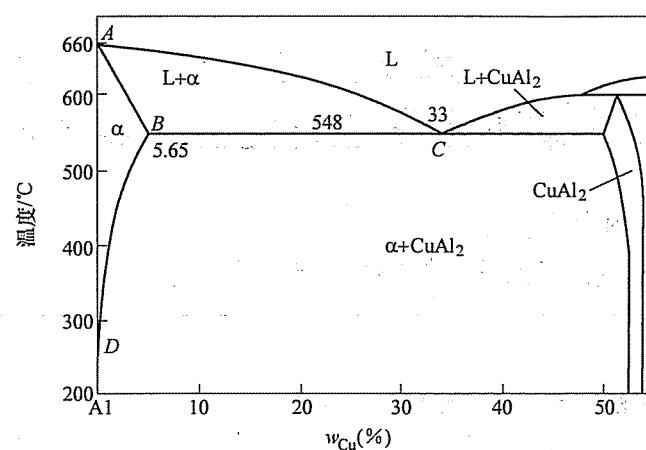

图 20-1 第三题第 4 小题图
2. 拉伸铜单晶体时，若力轴的方向为 $[001]$ ， $\sigma = 10^6 \text{ Pa}$ ，求 (111) 面上柏氏矢量 $b = a/2 [101]$ 的螺型位错线上所受的力 ($a_{Cu} = 0.36 \text{ nm}$)。
4. Al-Cu 合金相图如图 20-1 所示，设分配系数 k 和液相线斜率均为常数，测得铸铁的凝固速度 $R = 3 \times 10^{-4} \text{ cm/s}$ ，温度梯度 $G = 30^\circ\text{C/cm}$ ，求扩散系数 $D = 3 \times 10^{-5} \text{ cm}^2/\text{s}$ 时，合金凝固时能保持平面界面的最大含铜量。